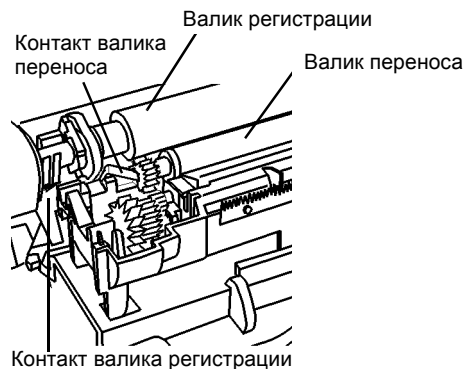

Рисунок 5 Контакт валика переноса
- b. Подсоедините красный щуп мультиметра к валику переноса (Рисунок 5).